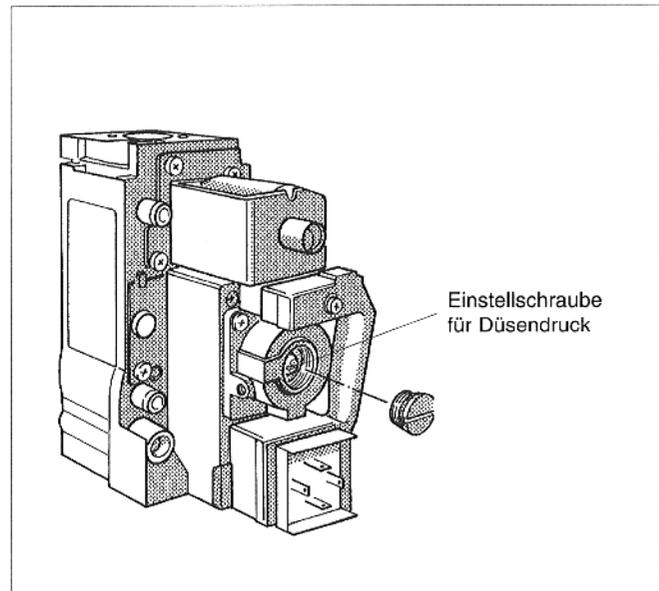

Abb. 13: Einstellschraube für Düsendruck
- Schutzschraube über der Einstellschraube für Düsendruck entfernen (Abb. 13).
- Düsendruck korrigieren durch Drehen der Einstellschraube in Plus- oder Minus-Richtung (Abb. 13).
- Einstellschraube für Düsendruck ganz hineindreihen (Abb. 13).